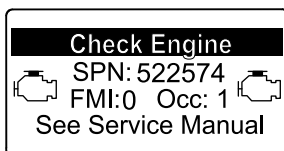

図 45
- エンジン警告 SPN 522574, FMI 0 図 45